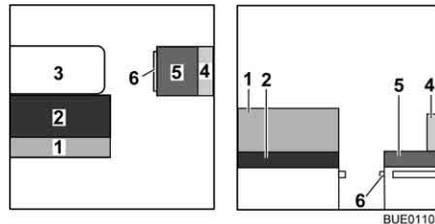

Bild 121 Vor dem Umbau
- Tisch (Bild 121,3) zum Bettunterbau umbauen (siehe Abschnitt 6.10).
- Das Rückenpolster (Bild 121,1) abnehmen und beiseite legen.
- Das Rückenpolster (Bild 121,4) und das Sitzpolster (Bild 121,5) abnehmen und beiseite legen.